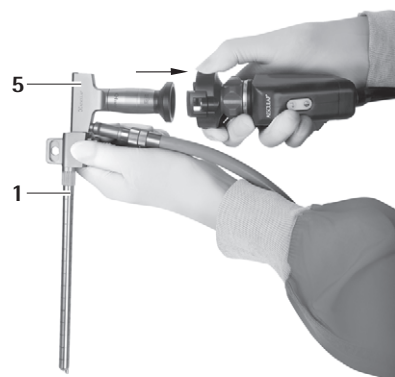
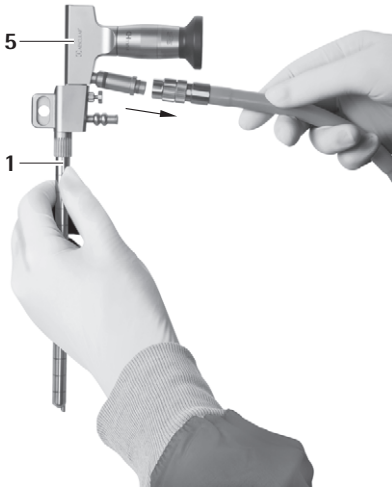

Fig. 6
Fig. 7
- ▶ Separar a câmara e o cabo de luz do endoscópio 5, ver Fig. 6 e ver Fig. 7.